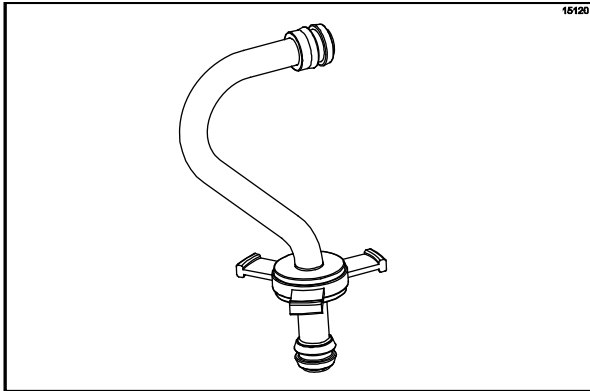

Figure 152
10. Monter l'assemblage du tube d'alimentation. Glisser la bague d'arrêt dans la rainure du tube d'alimentation (Cf. Figure 152).